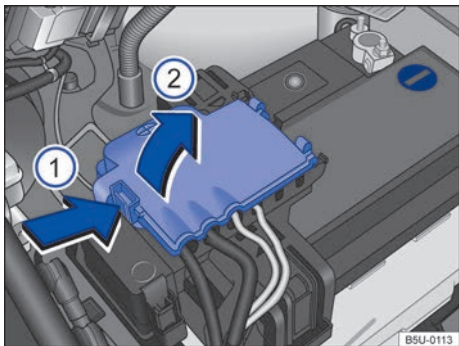

Fig. 183 Compartimento del motor: acceso al terminal positivo de la batería.
- Abrir la cobertura del polo positivo. Para abrir, presionar la traba en el sentido de la flecha \Rightarrow fig. 183 **(1)**, plegar la cobertura hacia el costado en el sentido de la flecha **(2)**.